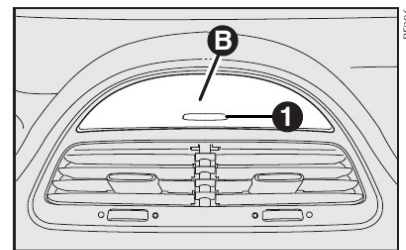

fig. 84
**B-fig. 84** - Região central do painel acima dos difusores de ar (para algumas versões está disponível uma portinhola que se abre quando é pressionado o botão 1).